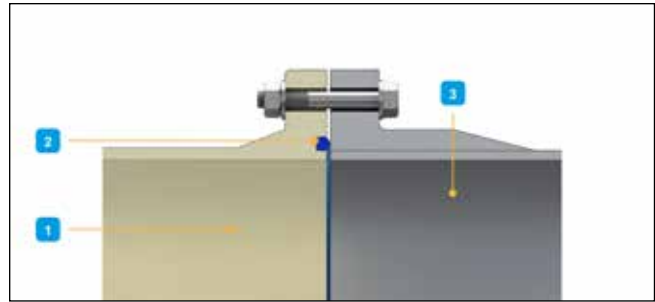
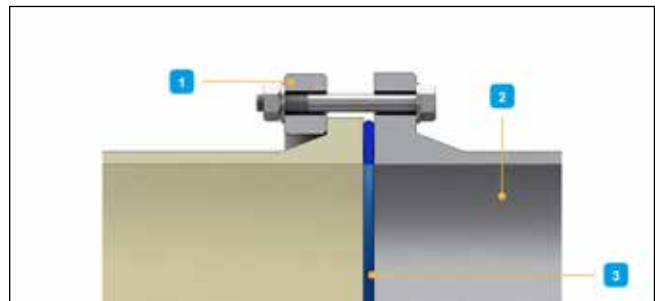
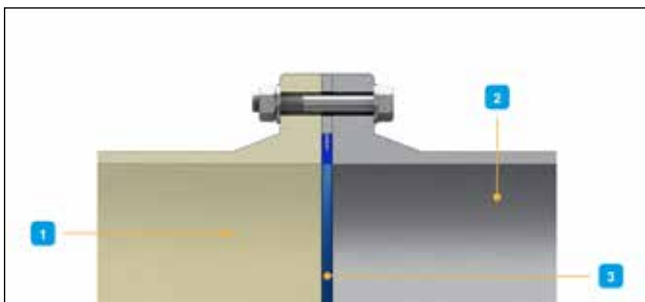

Abb. 44: GFK-Festflansch mit O-Ring-Dichtung
Abb. 45: GFK-Flanschbund mit Stahllosflansch und profilierter Ringdichtung
Abb. 43: GFK-Festflansch mit vollflächiger Profildichtung mit Stützring
GFK-Flansche sind nach dem folgenden Prinzip zu montieren (Abb. 43, Abb. 44 und Abb. 45):
- Ziehen Sie alle Schrauben mit einem Drehmomentschlüssel in der richtigen Reihenfolge an (Abb. 45). Es ist wichtig, dass Sie die Schrauben in mehreren Stufen gemäß den Spezifikationen für die Flansch-Dichtungs-Kombination anziehen.